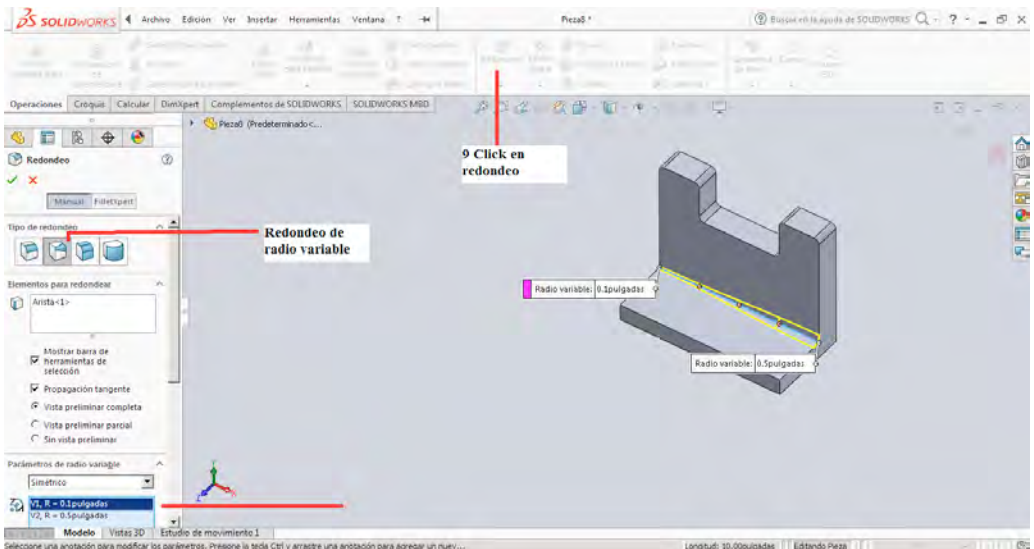

Figura 3-33
9. Posteriormente se procede a con la misma herramienta a realizar un redondeo de radio no constante sobre la unión de las dos piezas la inferior y la superior, para este caso es necesario definir dos radios de redondeo como se muestra en la figura 3-33, es importante que el diseñador explore las otras herramientas con las cuales cuenta el redondeo que se pueden utilizar para diseño muchos más avanzados.